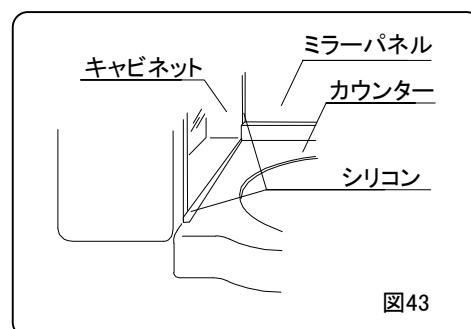

図43
- キャビネットとカウンターとのスキ間、ミラーパネルとキャビネットのスキ間を、シリコンでコーキングしてください。(図43)